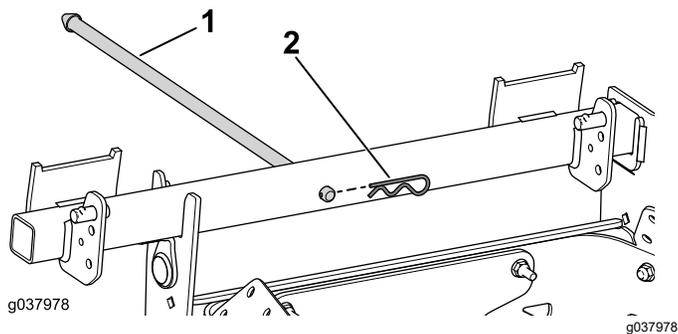

Figura 17
1. Instale la varilla de sujeción en el conjunto de giro (Figura 17).
2. Utilice la chaveta para sujetar la varilla al conjunto de giro (Figura 17).